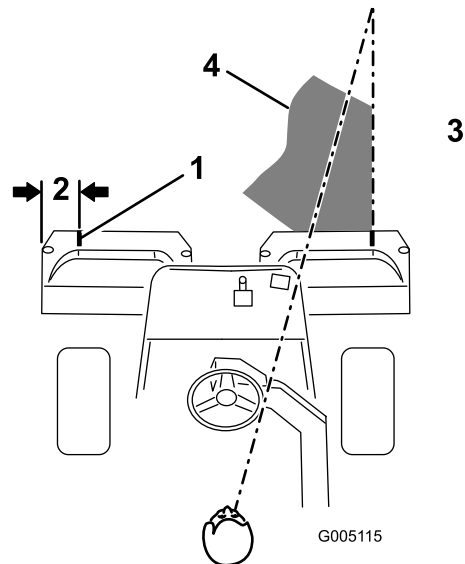

Figura 31
2. Coloque un trozo de cinta blanca o pinte una raya en cada recogedor, paralelo al borde exterior de cada uno (Figura 31).
3. Debe haber un solape mínimo con las pasadas anteriores. Para ayudar a mantener una línea recta a través del green y mantener la máquina a la misma distancia de la pasada anterior, establezca una línea imaginaria aproximadamente de 1,8 a 3 m por delante de la máquina hasta el extremo de la parte no segada del green (Figura 31 y Figura 32). Puede ser útil incluir el borde exterior del volante como parte de la línea imaginaria, es decir, mantener el borde del volante alineado con un punto que se mantiene siempre a la misma distancia de la parte delantera de la máquina (Figura 31 y Figura 32).